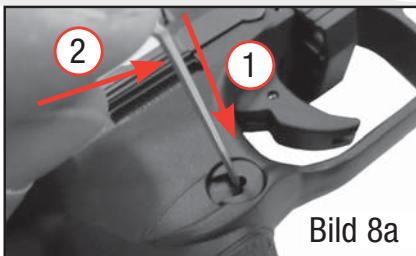

Bild 8a
- Hebeln Sie den Inbusschlüssel mit geringem Kraftaufwand in Richtung Mündung, bis sich das Gegenlager löst (dabei den Magazinhalter nicht drücken) (Bild 8a).